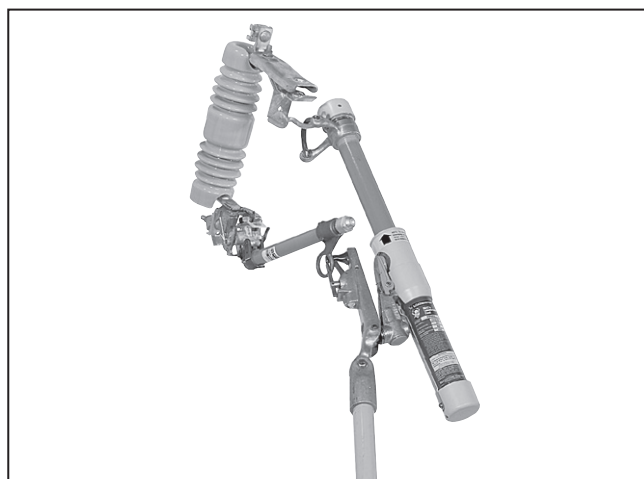

Figura 8. Herramienta Loadbuster en posición de Disparo.
- PASO 4.** Para abrir el circuito, opere la herramienta Loadbuster con un tirón firme y constante hasta que se extienda a su máxima longitud. Ver Figura 8. Evite tirones y vacilaciones. El seguro de reajuste lo mantendrá abierto. Por lo general, no habrá indicios de interrupción del circuito, pero pueden observarse arcos de conmutación en el gancho del anillo de tiro y en el anclaje, sobre todo cuando se interrumpan corrientes de carga que se aproximen a la capacidad de la herramienta. El único sonido será el del disparo de la herramienta Loadbuster.